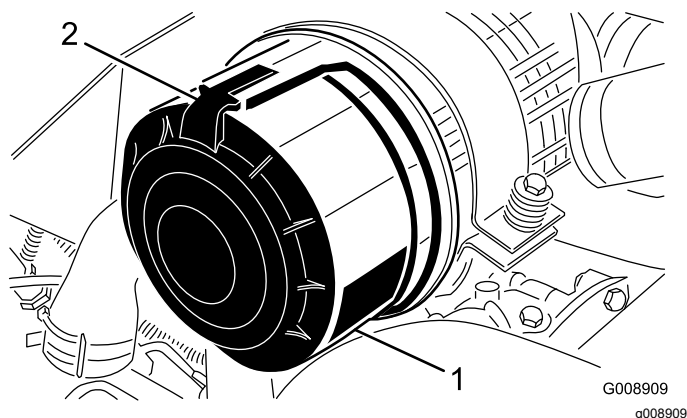

Figure 58
1. Desserrez les attaches qui fixent le couvercle sur le boîtier du filtre à air (Figure 58).